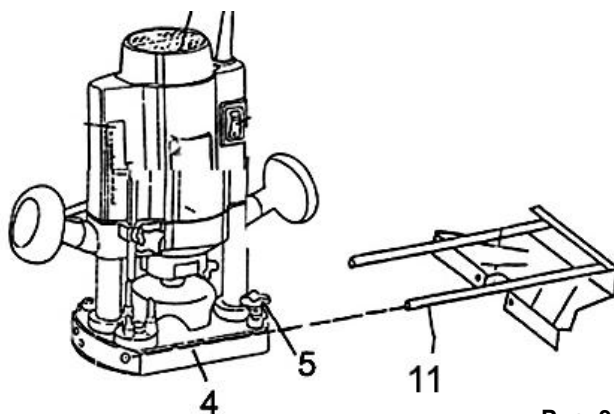

Рис. 3
- Используя данную направляющую (12)(См. Рис.3), Вы сможете передвигать инструмент точно параллельно краю заготовки.
- Вставьте стержни направляющей в основание фрезера (4)(См. Рис.3).
- Затяните фиксирующие винты (5)(См. Рис.3).